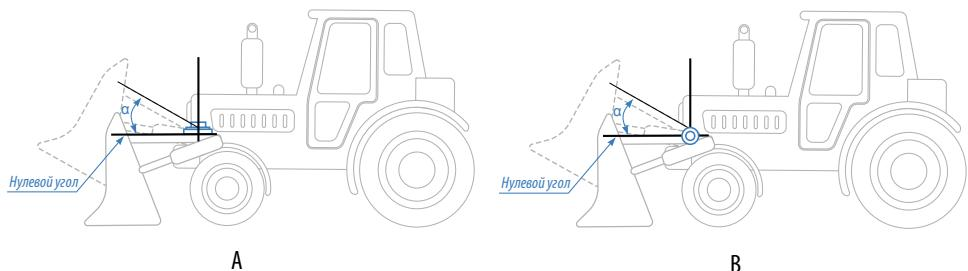

Рис.1. Пример установки датчика угла.
- Во всех режимах датчик осуществляет измерение угла наклона ( $\alpha$ ) относительно горизонтальной плоскости, обозначающей нулевой угол, кроме режимов «Тангаж» и «Крен». Начальное положение датчика при установке может быть произвольным, что позволяет установить его на любой подходящей плоскости. Например, на Рис.1, (A) датчик установлен на горизонтальной площадке, на Рис.1, (B) – на боковой площадке.